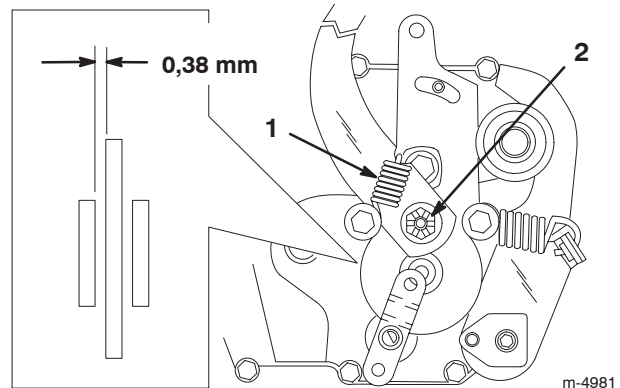

Bild 20
Die Bremse befindet sich an der rechten Seite der Hinterachse im Hinterreifen (Bild 20). Wenn die Bremse nicht sicher greift oder die Bremsleistung nicht ausreicht, ist eine Einstellung erforderlich.
2. Entfernen Sie die Feder vom Bremsarm (Bild 20).
3. Entfernen Sie den Splint, mit dem die Bremseinstellmutter befestigt ist und lockern Sie die Mutter (Bild 20).
4. Stecken Sie eine 0,38 mm-Fühlerlehre zwischen die Bremsscheibe und die Bremsbacke (Bild 20).